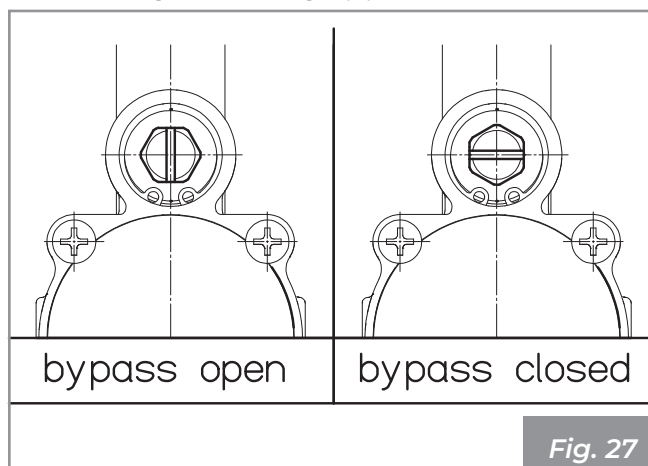

Fig. 27
- Cerrar el grifo de derivación en la válvula anti-condensación (Fig. 27).
- Cerrar el grifo de carga (L).